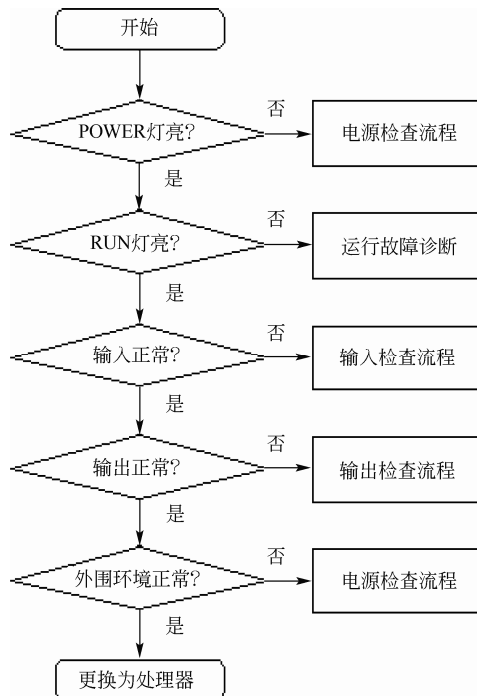

图 10-2 总体检查流程图
① 故障查找 根据总体检查流程图找出故障点的大方向，逐渐细化，以找出具体故障，如图 10-2 所示。